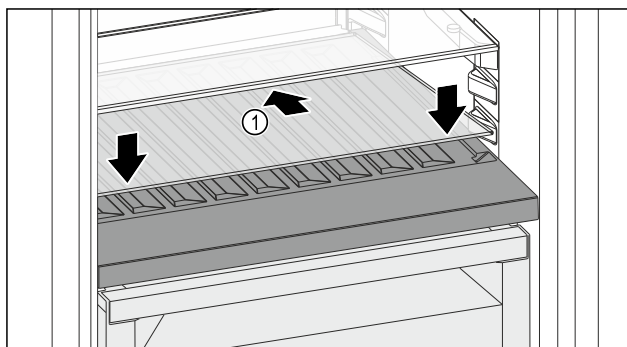

Fig. 211
- Placer la plaque de verre Fig. 211 (1) en biais et inclinée vers le bas.
- Abaisser l'avant de la plaque de verre Fig. 211 (1).